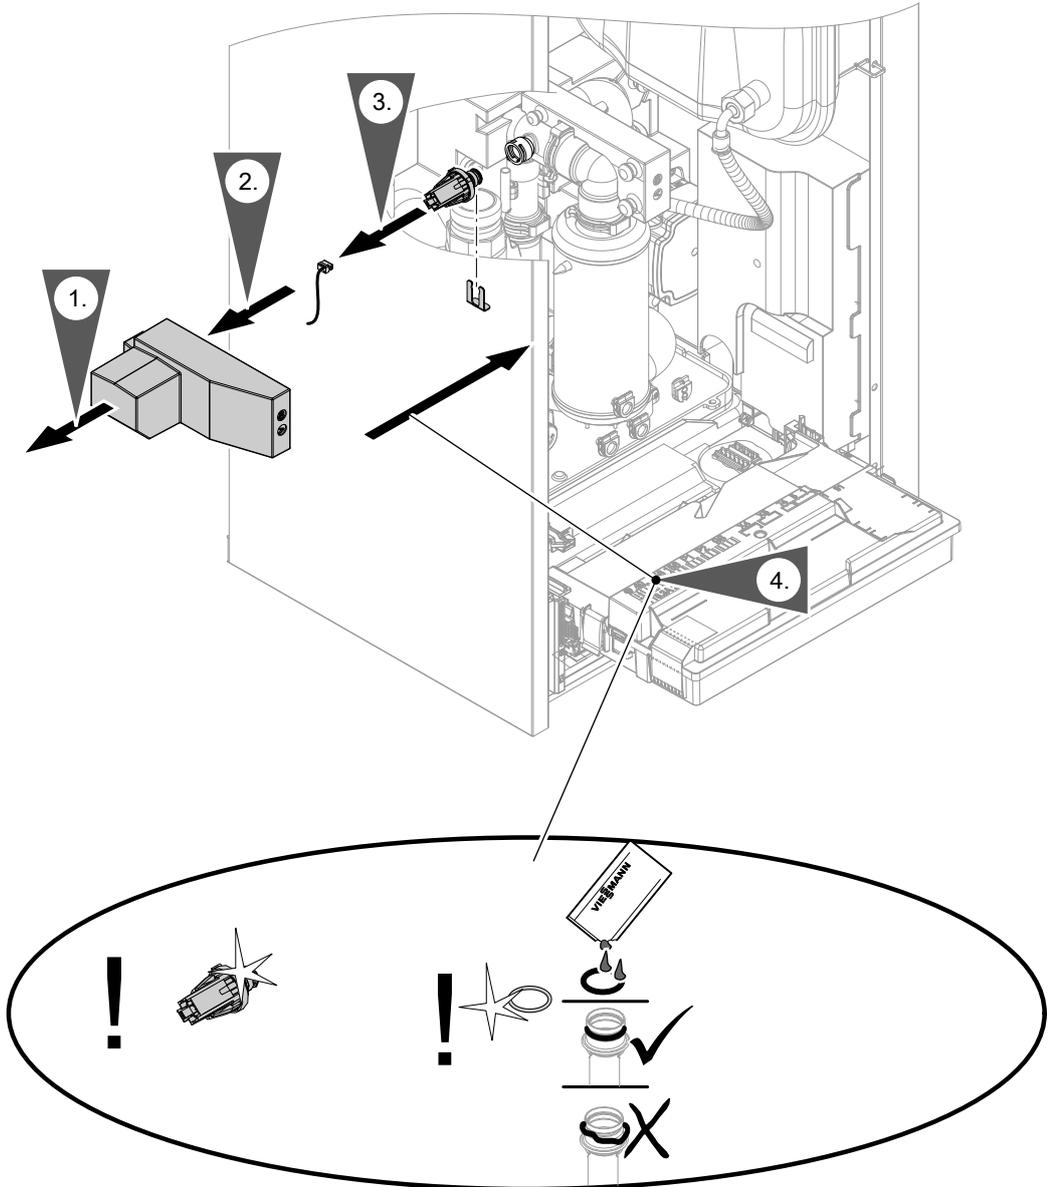

Fig. 81
- Pressure sensor: See Fig. 81.